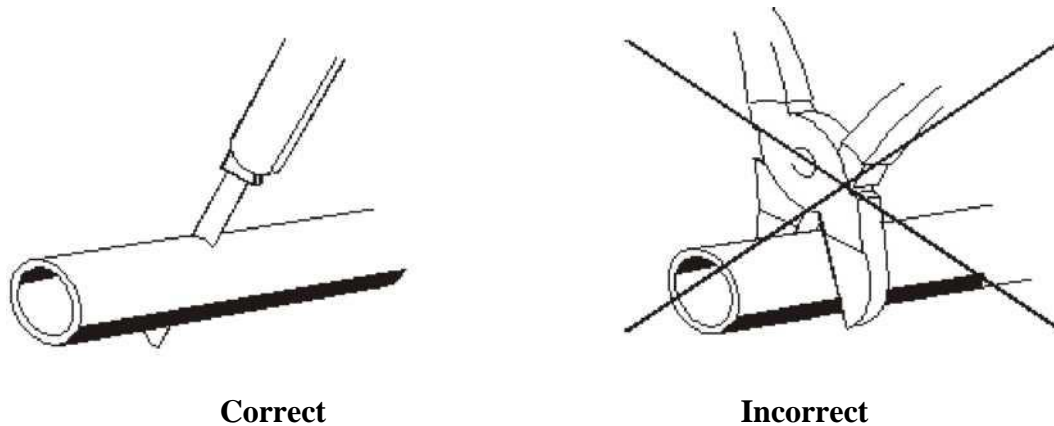

Fig.11 - Section de la conduite de carburant avant l'installation
10.6.2 Pendant le travail de montage, couper la conduite de carburant uniquement avec un couteau tranchant, comme indiqué sur la fig.11. Aux points de coupure, ne sont pas admis un rétrécissement de la section transversale du tuyau de carburant, ainsi que des bosses et des bavures.